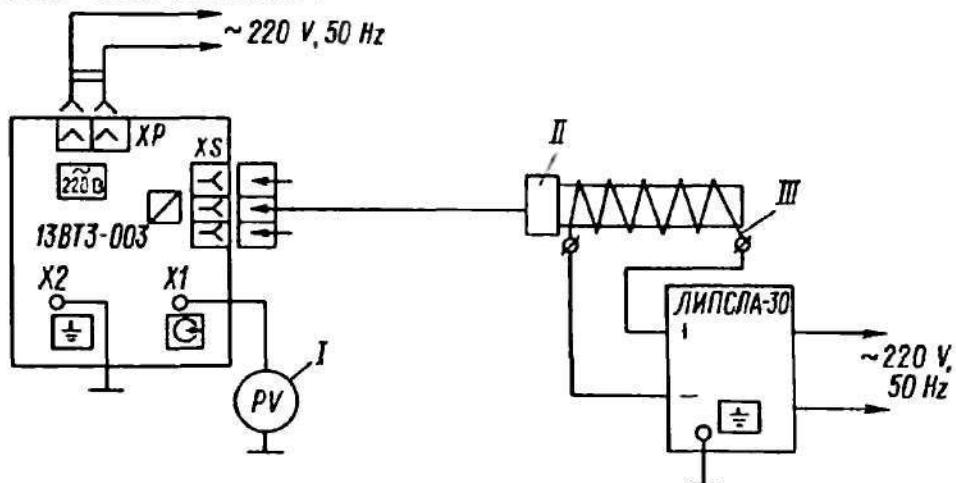

Рис. 4. Схема проверки технического состояния блока измерительного:
9.1. Для проверки технического состояния блока измерительного необходимо собрать схему, изображенную на рис. 4.